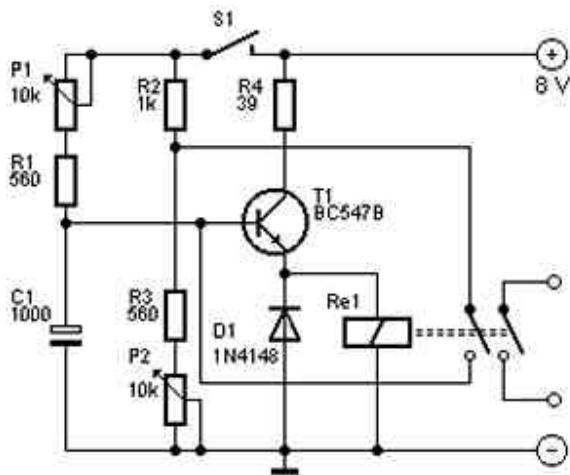

fig. 2.4.6
- 3 Aansluiting voor een 8/9 volts voeding om schakeling (fig. 2.4.6) te bekrachtigen